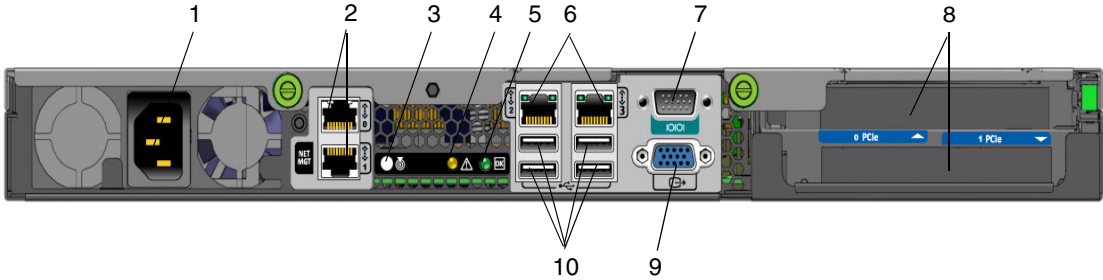

图 1-2 背面板
有关各个连接器的位置，请参见图 1-2 和 表 1-1。
3. 根据需要将以太网电缆连接到 RJ-45 LAN 千兆位以太网连接器（参见图 1-2）。